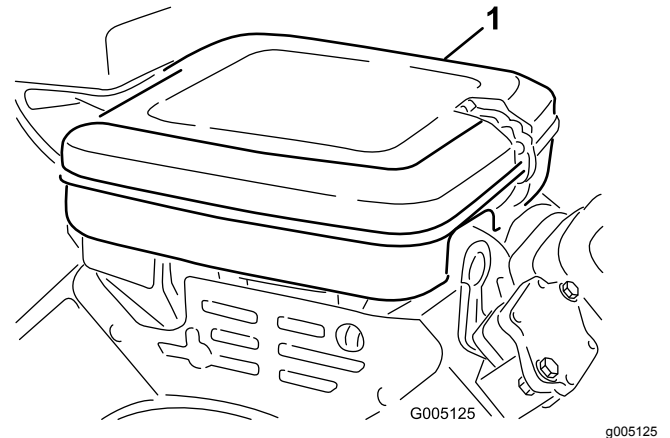

Figure 31
1. Nettoyez le couvercle du filtre à air (Figure 31).